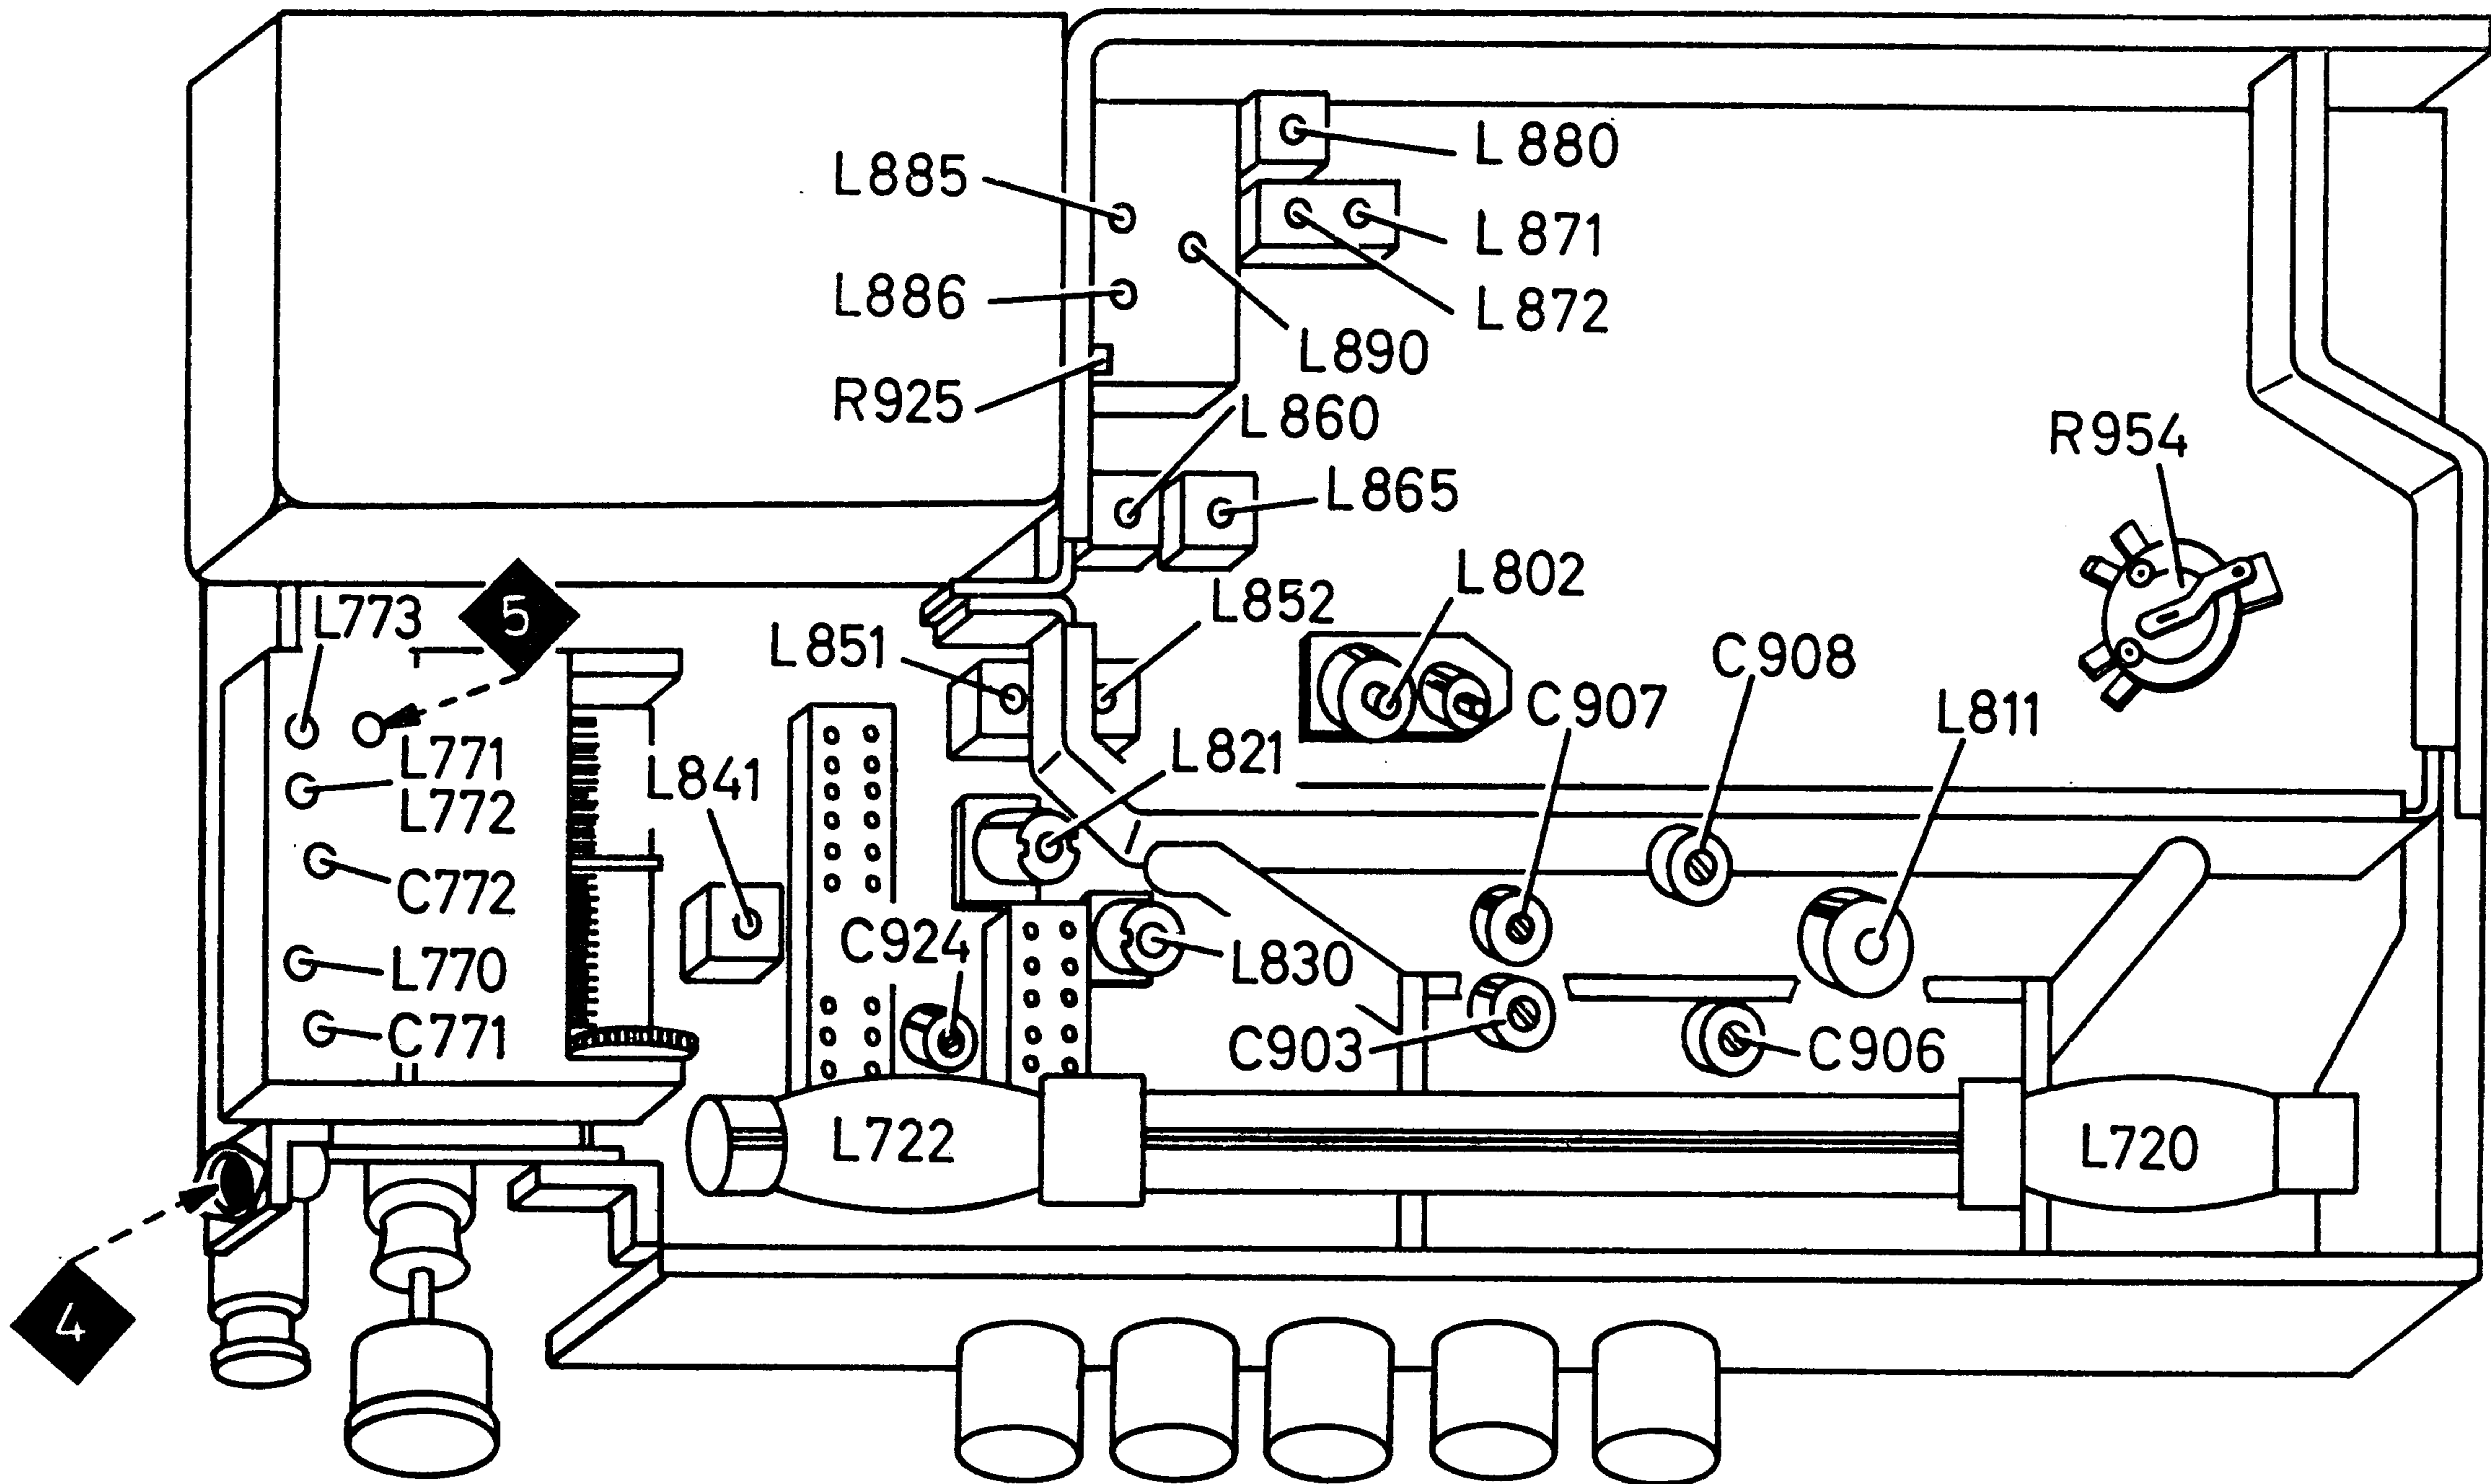

Fig. 9
- 2.3 Den Ruhestrom ca. 1 Minute nach dem Einschalten des Gerätes mit dem Einstellregler R 954 auf $6 \text{ mA} \pm 20 \%$ bei einer Betriebsspannung von 9 V einstellen, Fig. 9 bzw. 10.
- 2.3 Approx. 1 minute after switching on set, set zero signal current via adjuster R 954 to $6 \text{ mA} \pm 20 \%$ at an operating voltage of 9 V, see fig. 9 resp. 10.
3) Ein AM-Signal, 400 Hz, 30 % moduliert, soll eine Ratiospannung von 1,4 V erzeugen. Dann mit R 925 ein Spannungsminimum am Outputmeter einstellen, Fig. 9.
3) An AM signal, 400 cs, 30 % modulated, must produce a ratio voltage of 1.4 V. Adjust a voltage minimum at the outputmeter by means of R 925, see fig. 9.